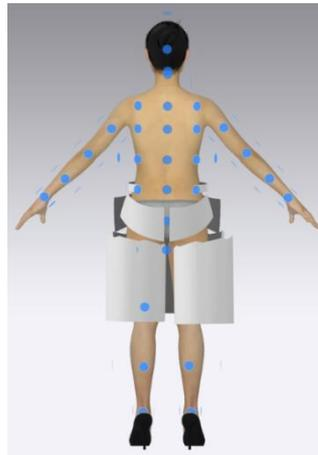

图 5-1-11 背面 3D 安排
(4) 按键盘数字键“8”，显示虚拟模特背面视图，运用 3D 视窗工具栏中“ (选择/移动)”工具依次选择后育克、裙后片，放置在对应位置安排点，如图 5-1-11 所示。